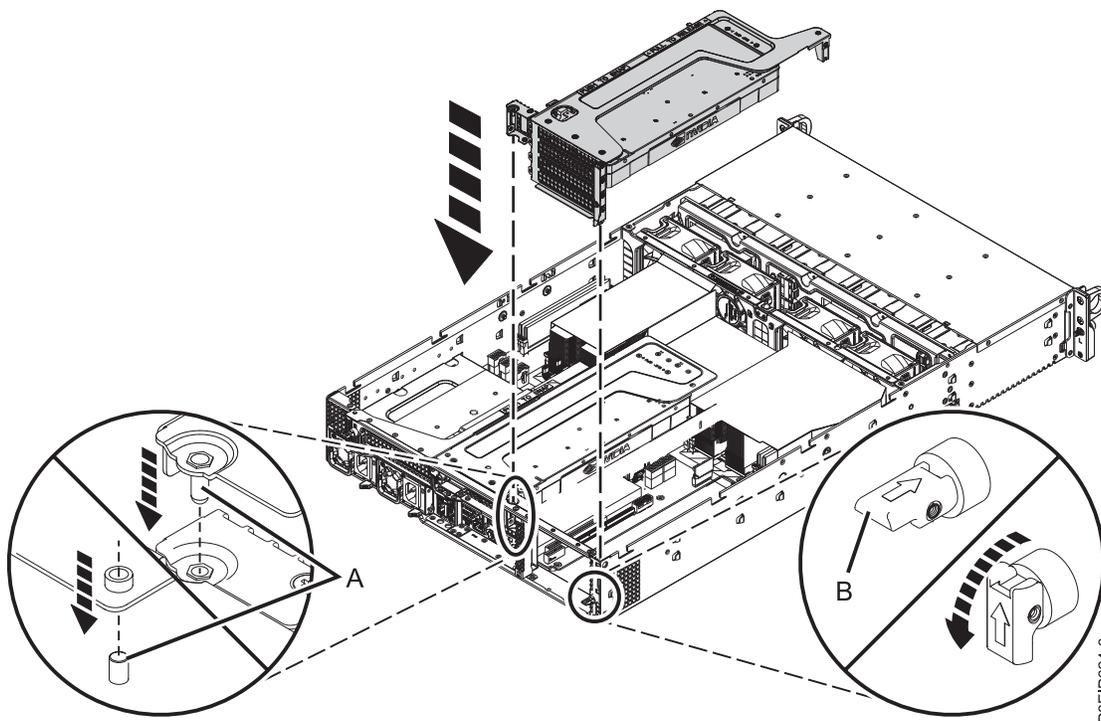

Abbildung 65. Riserkarte für PCIe-Adapter einsetzen
- j. Setzen Sie die PCIe-Riserkarte ein (siehe Abb. 65 auf Seite 94).